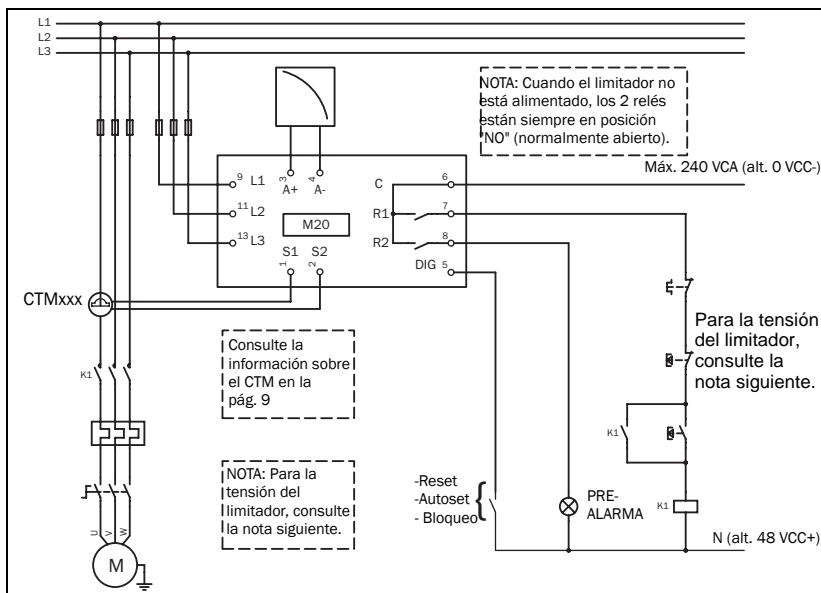
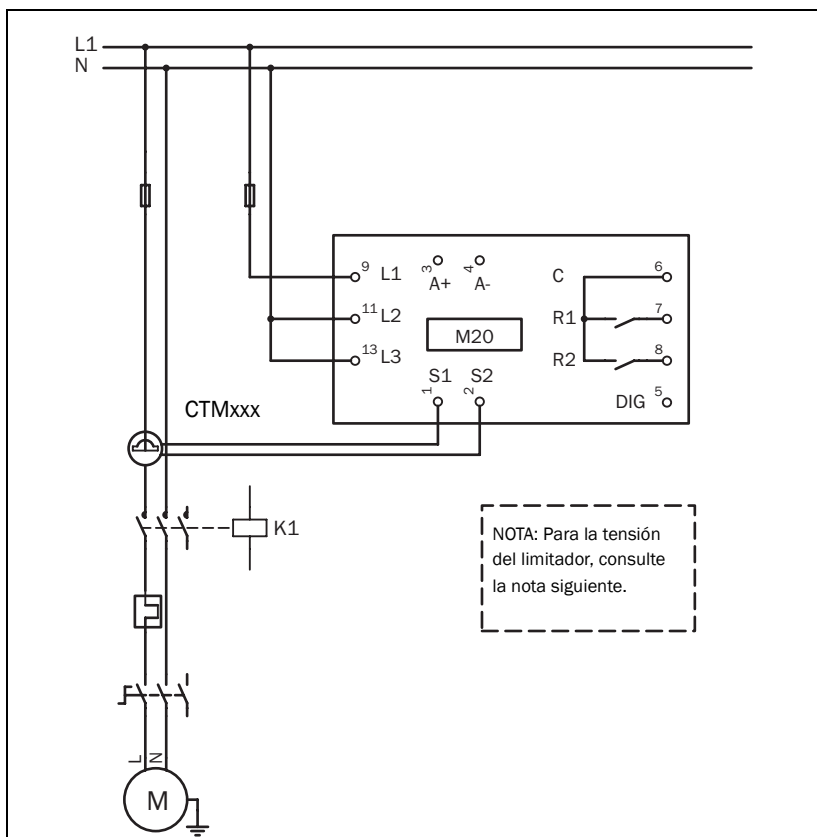

Figura 1 Ejemplo de conexión
Figura 2 Ejemplo de conexión monofásica.
1. Conecte el Emotron M20 como se indica en el capítulo 5 y en la Figura 1.
El esquema de cableado siguiente es un ejemplo de cómo se puede conectar el M20 para controlar el circuito de maniobra de un motor trifásico, Figura 1. Las conexiones a un motor monofásico se describen más adelante en este manual (Figura 2), al igual que los cambios que es preciso hacer en la configuración para aplicaciones de este tipo. La conexión predeterminada del M20 es trifásica.
1. El transformador de intensidad CTMxxx se debe colocar en la misma fase que la conectada al terminal 9 (L1); consulte la Figura 1. Si no se cumple este requisito, el limitador no funcionará.
2. Para una conexión monofásica, consulte la figura 2.
Nota: El transformador de intensidad (CTMxxx) se debe colocar en la misma fase que la conectada al terminal 9 (L1); consulte la Figura 1.
NOTA: Si el circuito de maniobra se conecta como muestra la Figura 1, se recomienda puentear los terminales 6 y 7 durante la programación. Una vez finalizada ésta, hay que retirar el puente. Si aplica la Figura 1, asegúrese de que el rango de tensión del limitador, por ejemplo 3x380-500 VCA, coincida con la tensión de red/del motor conectado, por ejemplo 3x400 V.
Este ejemplo de cableado indica la modificación en la conexión de alimentación que debe efectuarse para el caso de una instalación con conexión monofásica. Para instalaciones con conexiones trifásicas, consulte la Figura 1 .
NOTA: Si aplica la Figura 2, asegúrese de que el rango de tensión del limitador, por ejemplo 1x100-240 VCA, coincida con la tensión de "red - neutro"/ del motor conectado, por ejemplo 1x230 V.
Los terminales 5 (DIG) y 6 (C - referencia) se usan para la entrada digital. Puede tener una señal VCA o VCC. Conecte el "+" en el terminal 5 (DIG) y el "-" en el terminal 6 para señal CC. Si utiliza tensión CC, tenga en cuenta la polaridad. Consulte también la figura 1 y el terminal 6: Máx. 240 VCA (o 0 VCC-) y el terminal 5: N (o 48 VCC+). Consulte también el capítulo 9, Características avanzadas.